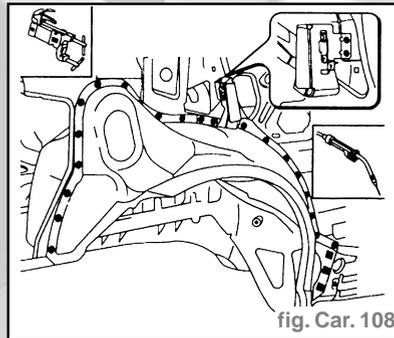

fig. Car. 108
- Effectuer la soudure MIG pour remplir les trous effectués précédemment sur l'élément de rechange (fig. Car. 108).